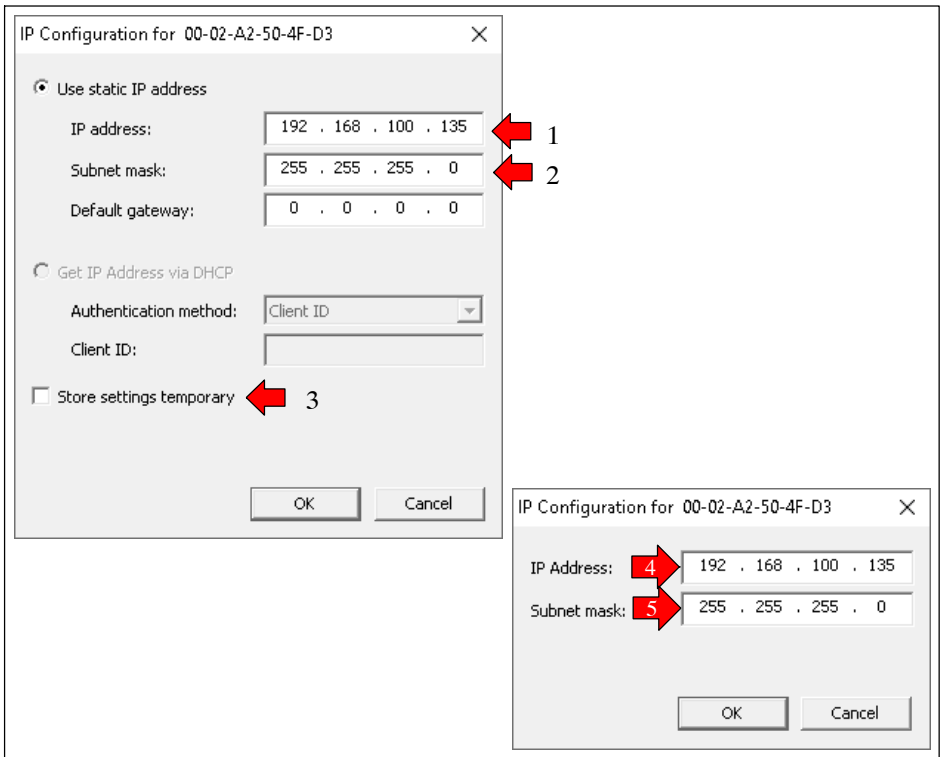

Fig. 4.3 Configuration de l'adresse IP et du masque de sous-réseau
- ▶ Sur les deux lignes comportant l'adresse IP (non valide) 0.0.0.0, mettez l'adresse IP sur la zone d'adresses du PC ou de l'API, avec lequel le MP85A sera utilisé. Utilisez, par exemple, le menu contextuel afin d'afficher la boîte de dialogue de définition (Fig. 4.3).
- Désactivez, le cas échéant, l'option **Store settings temporary** (Fig. 4.3).